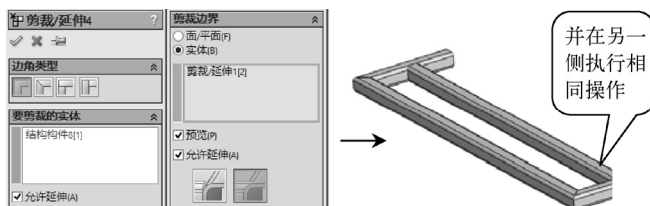

图 6-85 另一种方式的“剪裁/延伸”操作
STEP 6 执行“剪裁/延伸”操作，选择横接的两个构件，设置边角类型为“终端剪裁”，剪裁边界为“实体间的封顶切除”，进行剪裁操作，如图 6-85 所示。